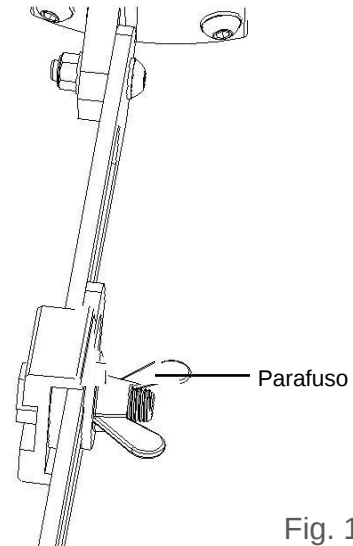

Fig. 1.1e
- Monte as 3 treliças ajustáveis, como mostrado na Fig. A Fig. 1.1e e 1.1d. Não aperte os parafusos neste momento.